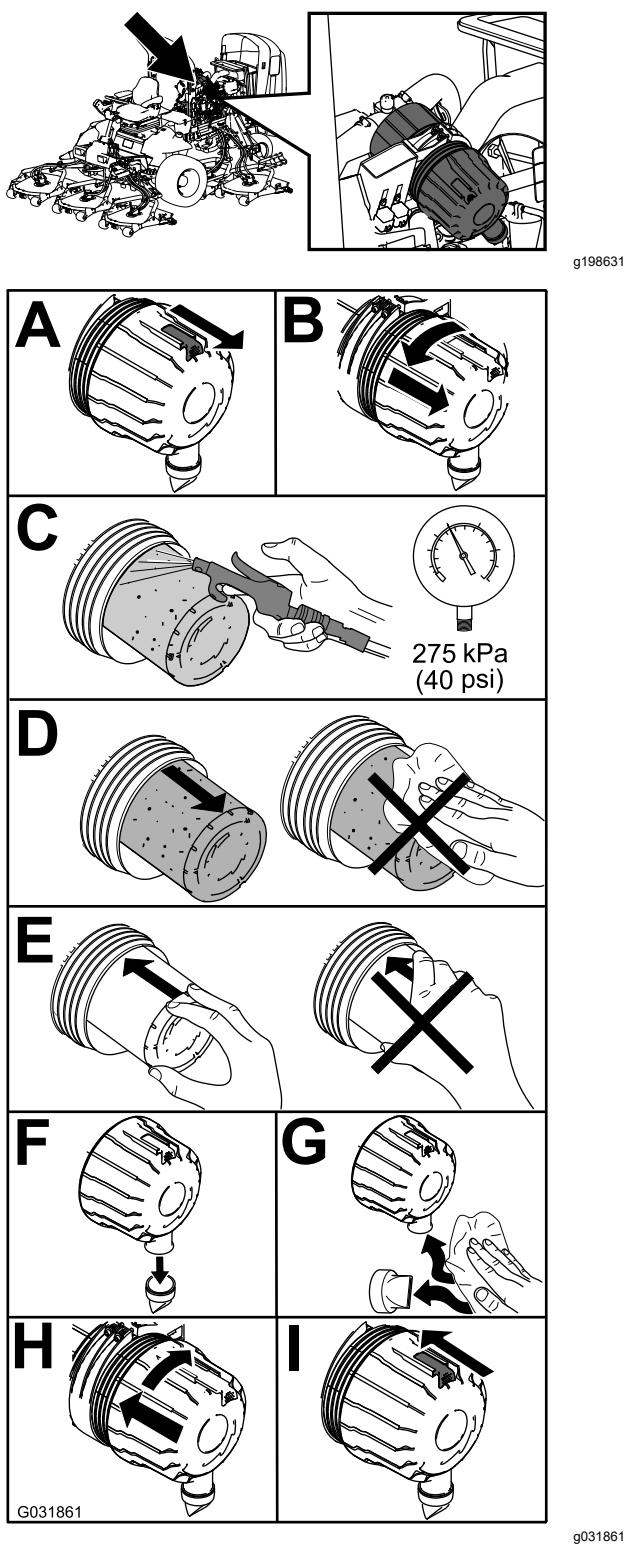

Рисунок 45
1. Замените воздухоочиститель (Рисунок 45).